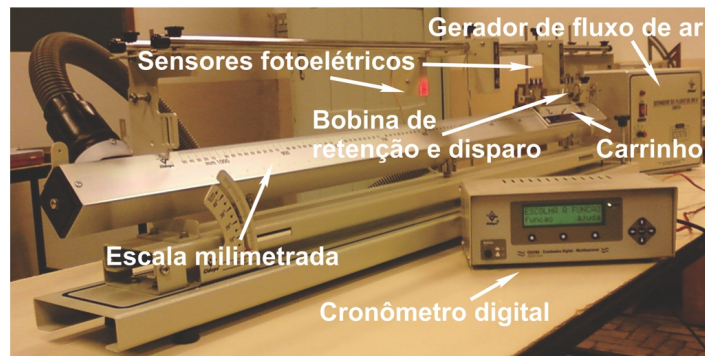

Fig. 2: Esquema do trilho de ar utilizado em nosso laboratório.
1. A Fig.2 mostra a fotografia do trilho de ar e seus acessórios que novamente serão utilizados neste experimento. Coloque a intensidade do gerador de fluxo de ar numa posição entre 2 e 3 e ligue-o. **Atenção! nunca mova o carrinho sobre o trilho de ar sem que o gerador de fluxo de ar esteja ligado. Isso pode riscar e danificar definitivamente a escala do trilho de ar.** Neste experimento, o pequeno ímã deverá ser mantido no carrinho para prendê-lo no início do trilho de ar e possibilitar o seu movimento assim que a bobina de retenção e disparo e disparo for acionada.